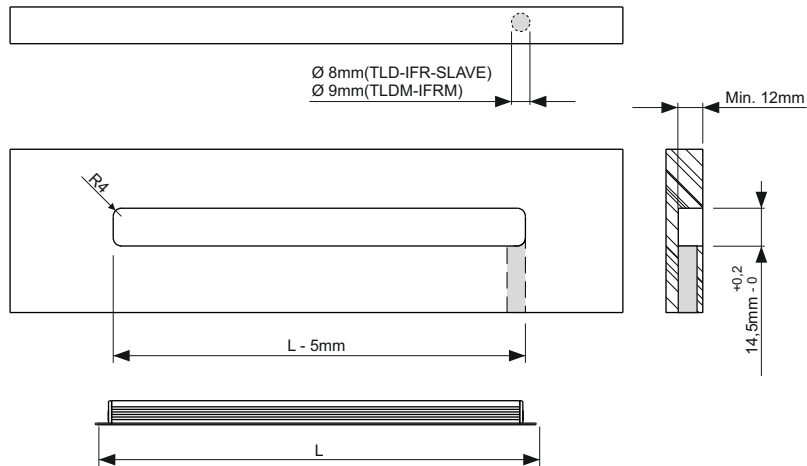
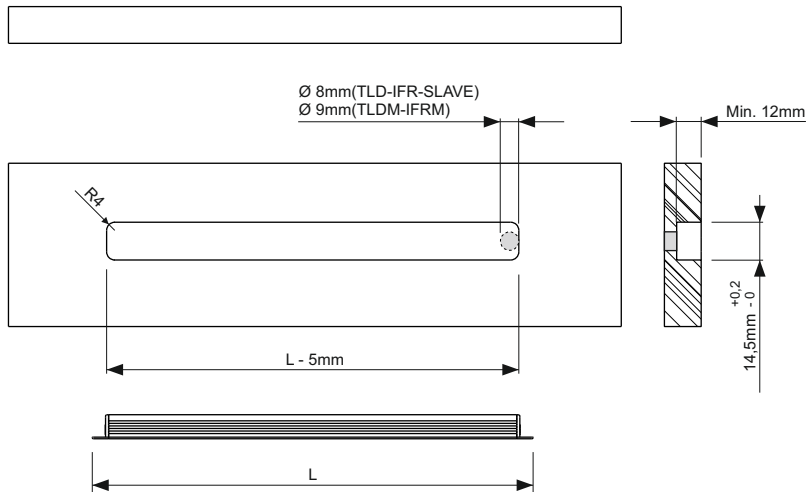

Fig 1
Fig 2
- Le figure 1, 2 e 3 rappresentano degli esempi di installazione del **DIVA-SUNCITY**. Le quote sono indicative perché possono variare in funzione dell'applicazione e del materiale da cui è composto il piano di installazione. I due esempi si differenziano per la posizione del foro di uscita del cavo, tuttavia è possibile eseguire tale foro anche in altre posizioni a seconda dell'esigenza del cliente, in base al tipo di applicazione.
- **DIVA-SUNCITY** può essere installato con il cavo di alimentazione in posizione assiale (fig. 1) o radiale (fig. 2) rispetto al piano di montaggio. Per installazioni con il cavo di alimentazione in posizione assiale praticare un foro di $\varnothing \geq 8\text{mm}$ per i modelli TLD, IFR, SLAVE e di $\varnothing \geq 9\text{mm}$ per i modelli TLDM e IFRM come indicato nell'esempio in figura 1.
- The **DIVA-SUNCITY** can be installed using the lighting profile power cable in axial (figure 1) or radial (figure 2) position with respect to the assembly plan. For installations with the power cord in an axial position to drill a hole diameter of $\varnothing \geq 8\text{mm}$ for TLD, IFR, SLAVE models and diameter $\varnothing \geq 9\text{mm}$ for TLDM and IFRM models as in the example shown in Figure 1. For installations with the power cord in radial position to drill a hole on the $\varnothing \geq 8\text{mm}$ mounting plan for the TLD, IFR, SLAVE models and diameter $\varnothing \geq 9\text{mm}$ for TLDM and IFRM models as shown in the example in Figure 2. In terms of specific requirements, it is possible to drill the power cable outlet hole in other positions, provided they do not affect the integrity of the cable and/or connector installed on it.